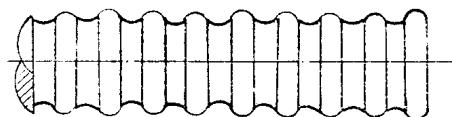

图 18
2. 竹节形：竹节形是工件直径不等或表面等距不平的现象如图18所示。这种现象的产生主要是由于跟刀架外侧爪和工件接触过紧、过松或顶尖精度差造成的。当车刀切削工件时爪接触工件过紧，把工件顶向刀尖增加了吃刀深度，使这一段工件直径变小。当跟刀架行进到此处，由于工件直径小产生了间隙，切削时的径向力又把工件推到和跟刀架爪接触，在这一过程中工件直径又增大。当跟刀架行进到此处时又把工件推向刀尖，从而又使工件直径变小。这样不断反复，有规律的变化，使工件直径一段大，一段小，形成竹节形。其解决方法：首先是选用精度较高的活顶尖。并采取不停车跟刀的方法，在走刀约30毫米时迅速跟紧外侧爪，接触劲头轻触顶实即可。开始发现竹节现象应退刀重新吃刀，不要继续行进。可把跟刀架松开，把已出现的竹节轻走一小刀消除，再将跟刀架跟上。跟触跟刀架应在车床转动时，以便掌握劲头松紧合适，不要停车跟触跟刀架。